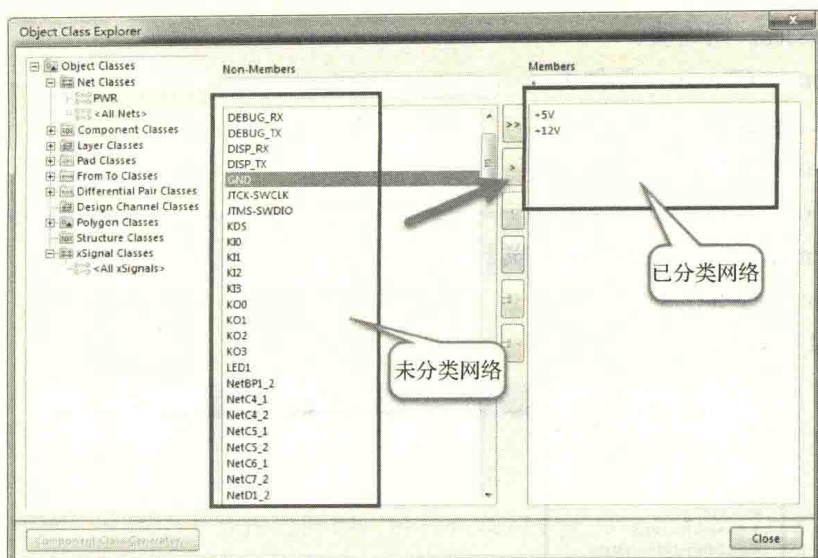

图 9-4 把左边没有分类的网络添加到右边已经分类好的网络中
(3) 单击“PWR”，出现如图 9-4 所示的界面，左边框选的网络是目前没有分类的所有网络，右边是已经分类添加好的网络，在左边框中选中需要添加的网络，然后单击按钮，把左边没有分类的网络添加到右边已经分类好的网络中。
(4) 同样只要我们需要，可以按照上述操作步骤创建想要的网络类。